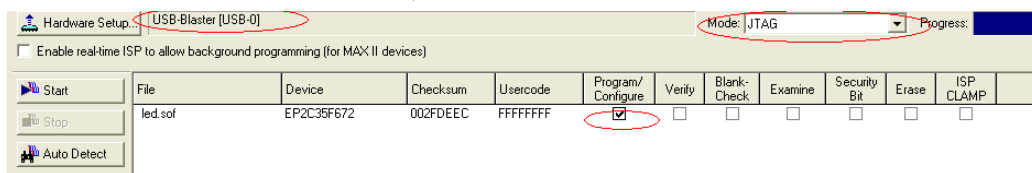

图 39 Jtag 方式程序下载界面
- 1) 打开电源，将 PC 与目标板用下载线连接好。点击 Quartus II 中的 Programmer 键，在默认情况下会出现 .sof 程序。点击 Hardware Setup 键，Quartus II 自动搜索 USB-Blaster，如果没有搜索成功，可能是没有安装驱动程序。在搜索到 USB-Blaster 后，在 Hardware Setup 中选上 USB-Blaster。在 Program/Configure 方框中打勾，下载模式选择 JTAG。将目标板上的下载模式开关拨在 RUN 状态，然后点击 Start 开始下载，如图 39 所示。